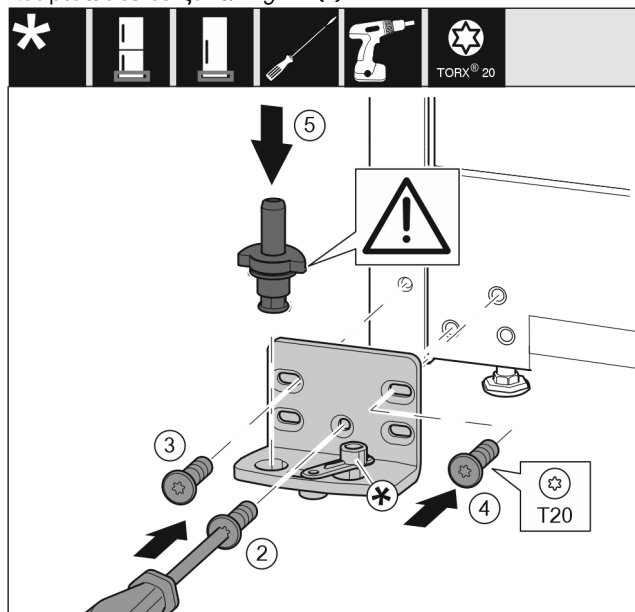

Fig. 13
- ▶ Εφαρμόστε το στήριγμα στην άλλη πλευρά και βιδώστε το με τη βοήθεια ενός κατσαβιδιού T20. Αρχίστε με τη βίδα 2 κάτω στο κέντρο. Fig. 13 (2)
- ▶ Σφίξτε τη βίδα 3 και 4. Fig. 13 (3,4)
- ▶ Τοποθετήστε ολόκληρο τον πείρο. Βεβαιωθείτε ότι το έκκεντρο ασφάλισης είναι στραμμένο προς τα πίσω. Fig. 13 (5)